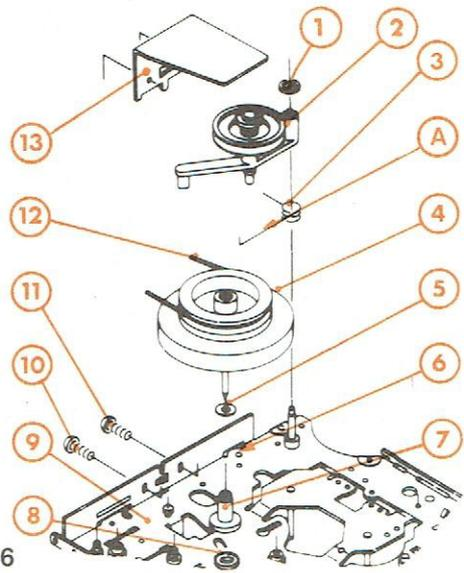

Fig. 6
## I - DEMONTAGE DU VOLANT (Fig. 6 et 7)
## K - REMPLACEMENT DES COURROIES D'ENTRAINEMENT (Fig. 6 et 9)
- 1° - Courroie d'entraînement (12) du volant (4) (Fig. 6)
- Après remplacement de la courroie d'entraînement (12) procéder au réglage du jeu axial du volant (4) (voir chapitre IV CONTROLES ET REGLAGES MECANQUES).